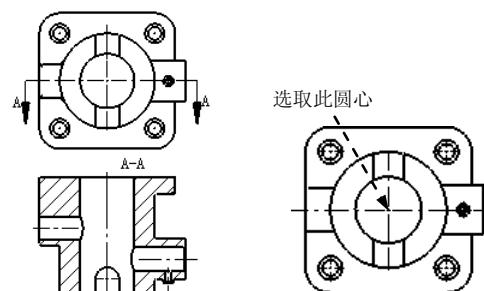

图 9.4.19 创建全剖视图
全剖视图是用剖切面完全地剖开零件所得到的剖视图。下面以图 9.4.19 为例，说明创建全剖视图的一般操作步骤。
Step3. 选取切割线类型。在 **切割线** 区域单击 按钮，然后选取图 9.4.19 所示的圆心，单击 按钮。